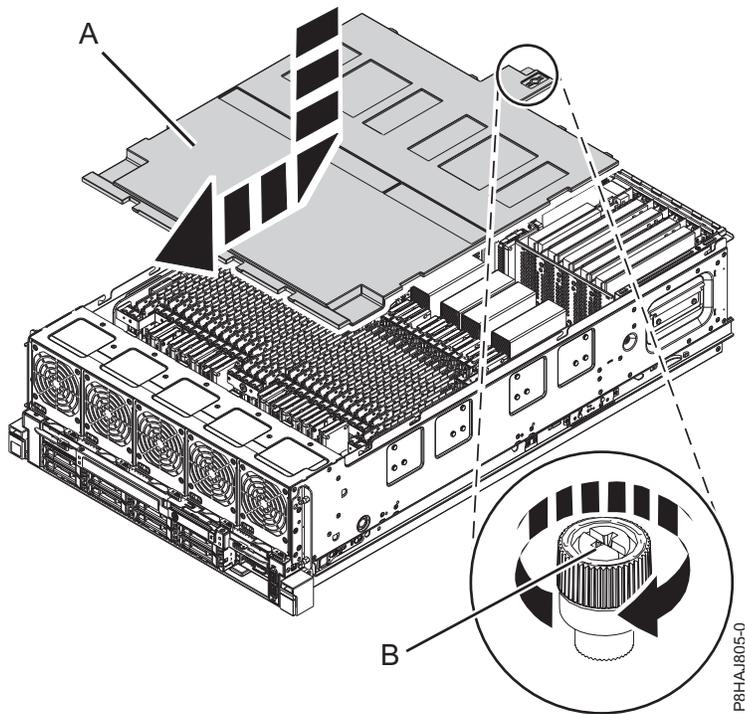

Figura 42. Substituindo a tampa de segurança
2. Empurre a tampa de segurança (A) na direção do chassi.
3. Aperte o parafuso (B) ao girá-lo na direção mostrada no Figura 42 na página 52 para prender a tampa de segurança no chassi.